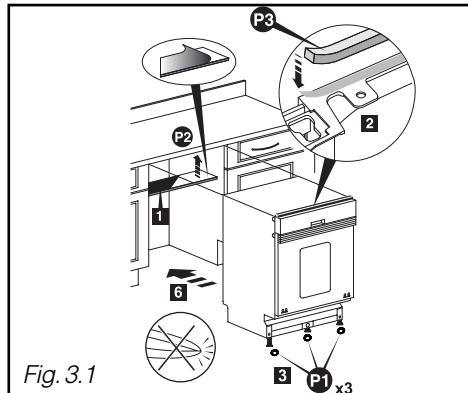

Fig. 3.1
- Collez l'anti-buée P2 (Fig. 3.1)*
- Collez la mousse d'encastrement P3 (Fig. 3.1)*
- Clippez les trois coupelles P1 sous les patins pour faciliter le glissement du lave-vaisselle (Fig. 3.1).*